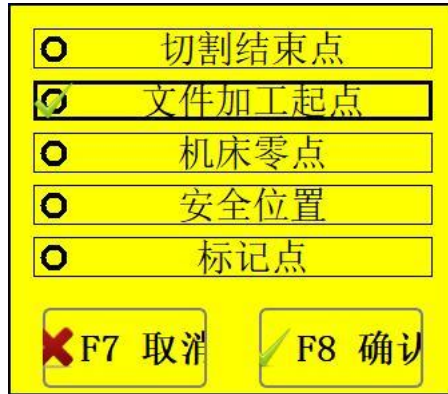

图 7.3 切割完返回方式选择
- 切割完返回坐标点：有切割结束点、文件加工起点和机床零点可供选择，如图 7.3。